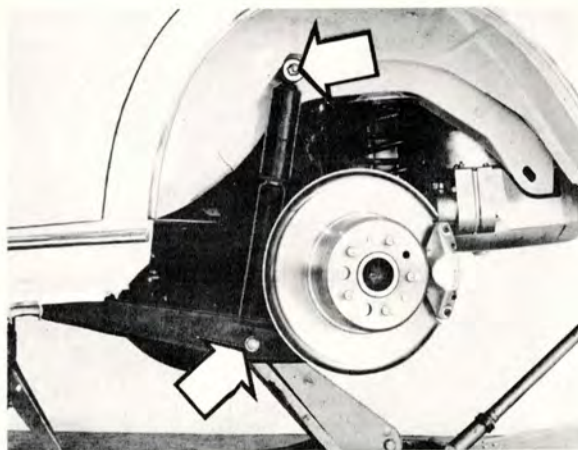

Bild 7-8.
3. Demontera övre och nedre fästmuttrarna och ta bort stötdämparen (bild 7-8).